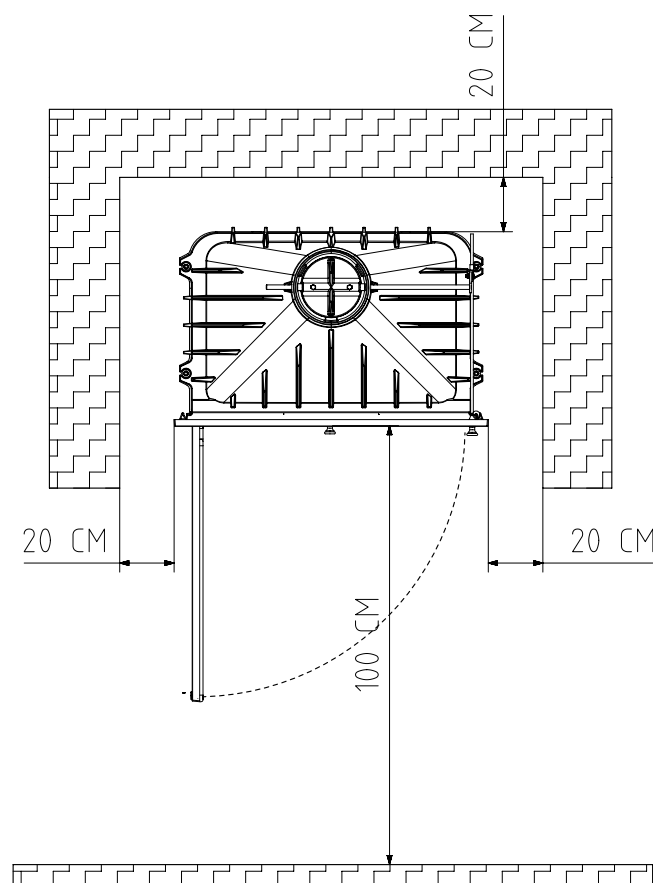

FIG. 7
- Mantenga alejado cualquier material combustible (muebles, cortinas, ropas, etc.), a una distancia mínima de seguridad de 0,90m. (Fig. 7)